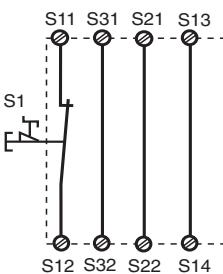
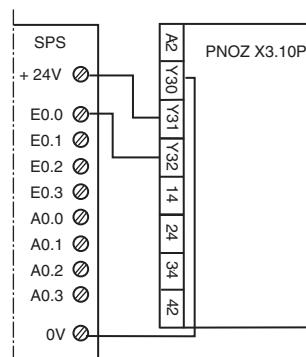

Fig. 2: Eingangskreis einkanalig, automatisch Start/Single-channel input circuit, automatic reset/Commande par 1 canal, validation automatique
Fig. 11: Anschlussbeispiel für Halbleiter-ausgang/Connection of semiconductor output/Câblage de la sortie statique
Fig. 2 ... Fig. 11 zeigen Anschlussbeispiele für Not-Halt-Beschaltung mit automatischem und überwachtem Start, Schutztürsteuerung und Lichtschrankensteuerung sowie Kontaktvervielfachung durch externe Schütze.
- Fig. 2 und 7: **keine** Verbindung S33-S34
Beachten Sie bei Fig. 2 und 7: Das Gerät startet bei Spannungsausfall und -wiederkehr automatisch. Verhindern Sie einen unerwarteten Wiederauflauf durch externe Schaltungsmaßnahmen.
Fig. 2 ... Fig. 11 show connection examples for Emergency Stop wiring with automatic and monitored reset, safety gate control and light curtain control as well as contact expansion via external contactors.
- Fig. 2 and 7: S33-S34 **not** connected
Please note for Fig. 2 and 7: the device starts automatically after loss of power. You should prevent an unintended start-up by using external circuitry measures.
Les figures 2 à 11 représentent les différents câblages possibles du PNOZ X3P à savoir : poussoir AU avec réarmement automatique ou auto-contrôlé, interrupteurs de position, barrage immatériel et augmentation du nombre des contacts de sécurité par contacteurs externes.
- Fig. 2 et 7: **pas** de câblage sur S33-S34
- Dans le cas de la figure 2 et 7, l'appareil se réarme automatiquement après une coupure et une remise sous tension. Evitez tout risque de redémarrage par un câblage externe approprié.